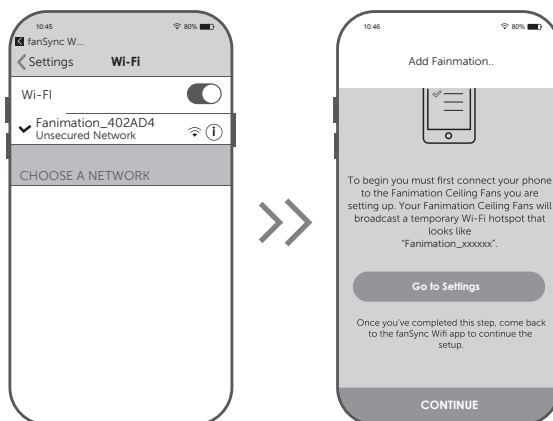

Figura 6
- ☐ 6. Vuelva a colocar la cubierta de la batería en el mando a distancia con un tornillo retirados previamente. (Figura 6)
- ☐ 6. En la configuración WiFi de su dispositivo inteligente, seleccione el dispositivo Fanimation_XXXXXX y vuelva a la aplicación fanSync WiFi y pulse “CONTINUAR”. (Figura 6)